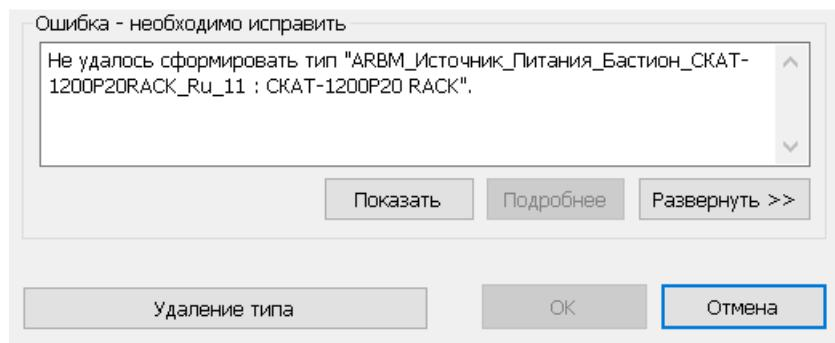

Рис. 3. Ошибка при смещении УГО на радиус более 1000 мм, относительно
4. **ВАЖНО для корректной работы семейства:** Радиус смещения УГО относительно точки вставки семейства должен быть не более 1000 мм, иначе возникнет ошибка, см. рис. 3.